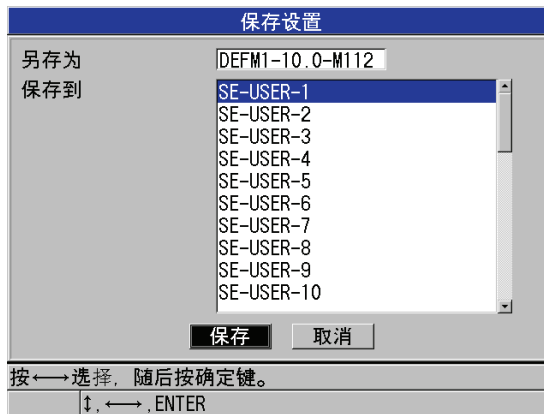

图 13-17 保存自定义设置
4. 在**保存设置**屏幕中（参见第 213 页的图 13-17）。